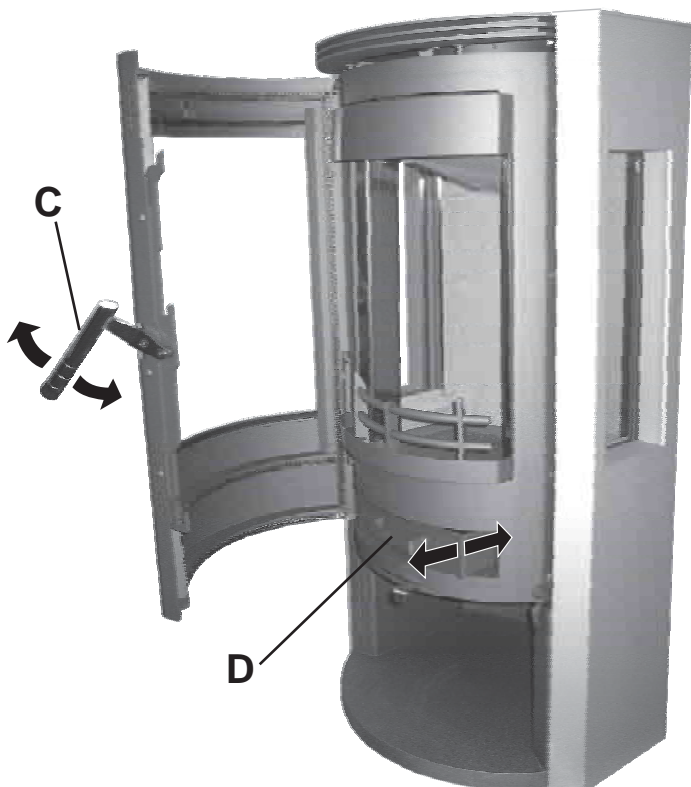

Fig. 7.2.2
- Tourner la poignée, extraire complètement le tiroir (B) (Fig. 7.2.2) et vider complètement le contenu.
- Girar la manilla, sacar el cajón de la ceniza (B) (Fig. 7.2.2) y vaciar totalmente su contenido.